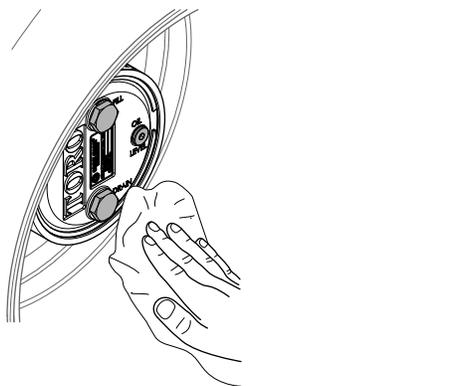

Bild 105
3. Wischen Sie das Gehäuse des Planetengetriebes und der Bremse ab (**Bild 105**).